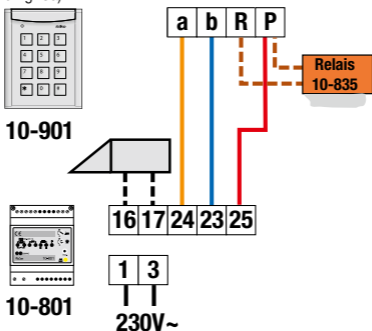

Fig.3a: aansluitschema op systeemvoeding
- 4 Sluit de aders van de kabel aan op de klemmen van de afneembare connector van het codeklavier (fig.3a en 3b).
Als u het codeklavier installeert met een systeemvoeding (10-801, 10-802 of 10-806), wordt u de grootste veiligheid gegarandeerd. Alle communicatie met de voeding die het deurslot bedient, verloopt digitaal. Als u met een bepaalde code een ander contact wil schakelen, kan u meerdere relais (10-830 of 10-837) aan de installatie toevoegen. Aan de R-klem van het codeklavier kan u nog een extra 24VDC-relais (10-835) bedienen (voor de bekabeling, zie fig. 3a).